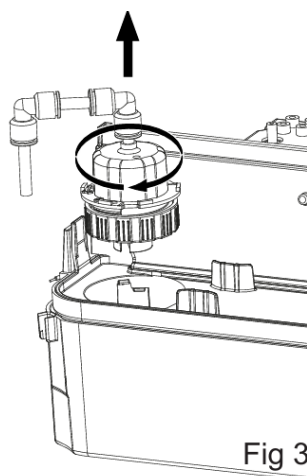
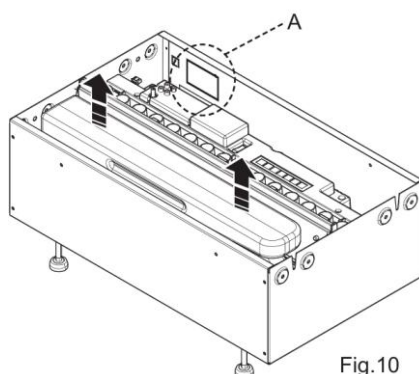

Fig 37
Fig.10
3. Maak de vuldop los van zijn plaats bovenop de opvangbak (afb. 37) of verwijder de waterfles (indien gebruikt) (afb. 10 & 11).